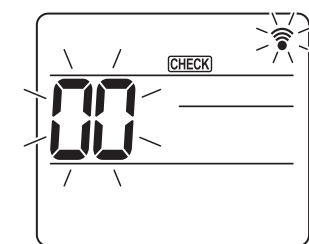

Fig. 6-16
- [CHECK] är tänd och "00" blinkar. (Fig. 6-16)